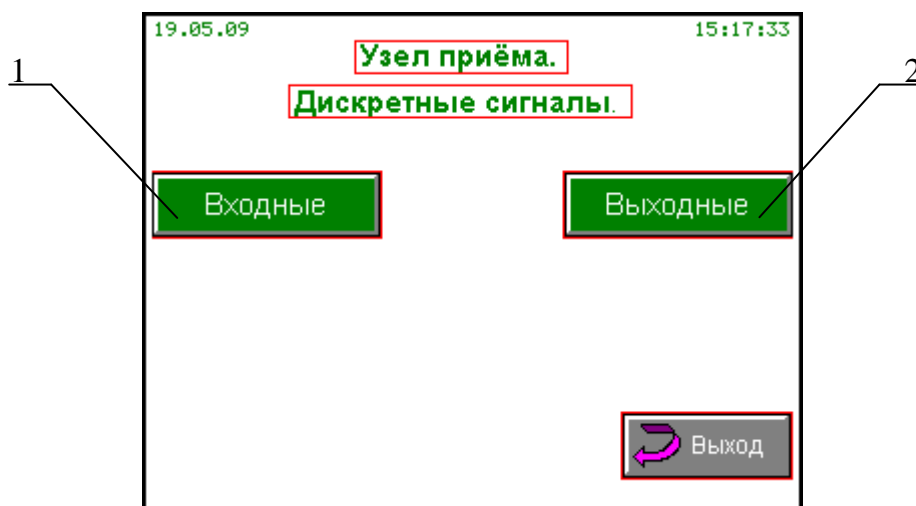
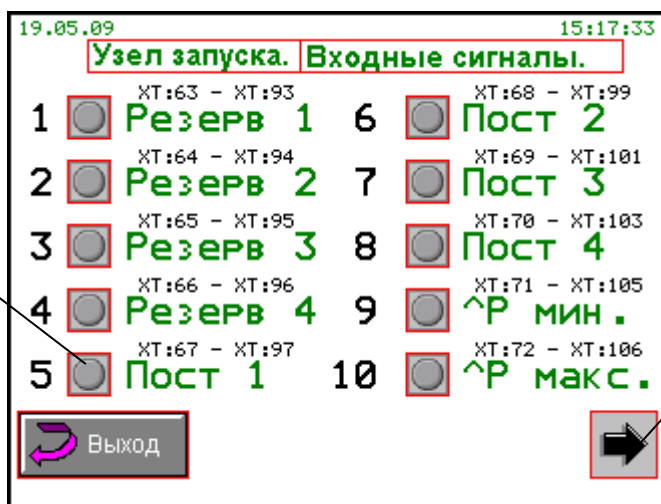
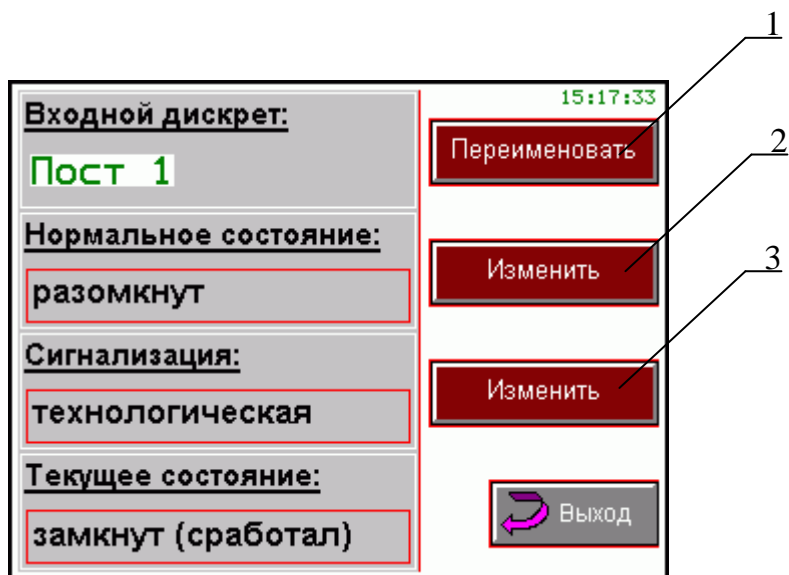
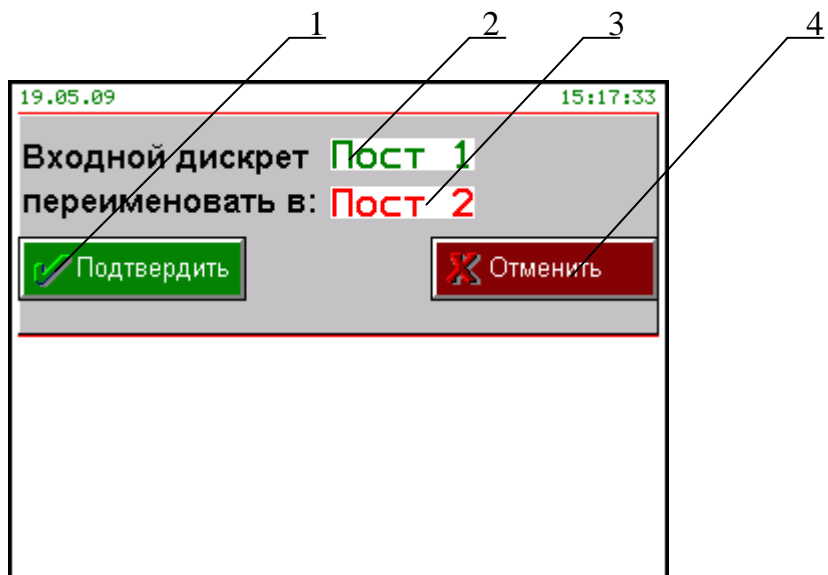

Рисунок 2.24– Окно дискретных сигналов
Рисунок 2.25– Окно входных дискретных сигналов
Рисунок 2.26– Окно настройки параметров входного дискретного сигнала
Рисунок 2.27 – Окно изменения наименования входного дискретного сигнала
Окно дискретных сигналов (рисунок 2.24) вызывается нажатием кнопки «Дискретные сигналы» из окна узла приёма (рисунок 2.4, позиция 5) или узла запуска.
В окне дискретных сигналов нажатием кнопки «Входные» (рисунок 2.24, позиция 1) вызывается окно-перечень контролируемых входных дискретных сигналов (рисунок 2.25). Перечень сигналов разбит на три страницы. Общее количество сигналов – двадцать четыре, включая резервные (для дальнейшего расширения). Для смены просматриваемой страницы используются кнопки со стрелками (←/→) (рисунок 2.25, позиция 1).
Над наименованием каждого из сигналов указана его «привязка» - номер контактов клеммника в коробке соединительной АСА3.622.058. «Привязку» сигнала изменить нельзя. Текущее состояние каждого сигнала определяется цветовой маркировкой мнемосимвола (рисунок 2.25, позиция 2):
Для просмотра настроек дискретных сигналов необходимо, прокручивая кнопку-потенциометр панели оператора (рисунок 2.7, позиция 2), выбрать сигнал: соответствующий мнемосимвол состояния сигнала (рисунок 2.25, позиция 2) будет выделен в рамку. Затем нажать и отпустить кнопку-потенциометр – откроется окно настройки параметров входного дискретного сигнала (рисунок 2.26).
Окно изменения наименования (рисунок 2.27) вызывается нажатием кнопки «Переименовать» (рисунок 2.26, позиция 1). В поле (рисунок 2.27, позиция 3) записывается новое наименование сигнала, которое может состоять, максимум, из восьми символов.
- д) нажать кнопку «Подтвердить» (рисунок 2.27, позиция 1) – сигналу будет присвоено новое наименование, которое отобразится в поле (рисунок 2.27, позиция 2);
- е) для возврата к первоначальному наименованию крана необходимо нажать кнопку «Отменить» (рисунок 2.27, позиция 4).
Окно изменения нормального состояния входного дискретного сигнала (рисунок 2.28) вызывается нажатием кнопки «Изменить» (рисунок 2.26, позиция 2).
Окно выходных дискретных сигналов вызывается нажатием кнопки «Выходные» в окне дискретных сигналов (рисунок 2.24, позиция 2).